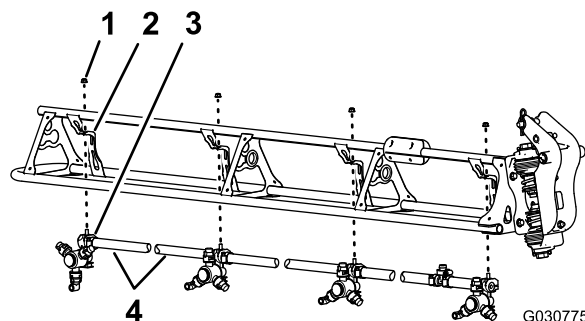

Figura 119
1. Corte la manguera entre 2 boquillas de fumigación (Figura 119).
2. Retire la contratuerca con arandela prensada (5/16") que sujeta la boquilla de fumigación al soporte de la boquilla (Figura 119).